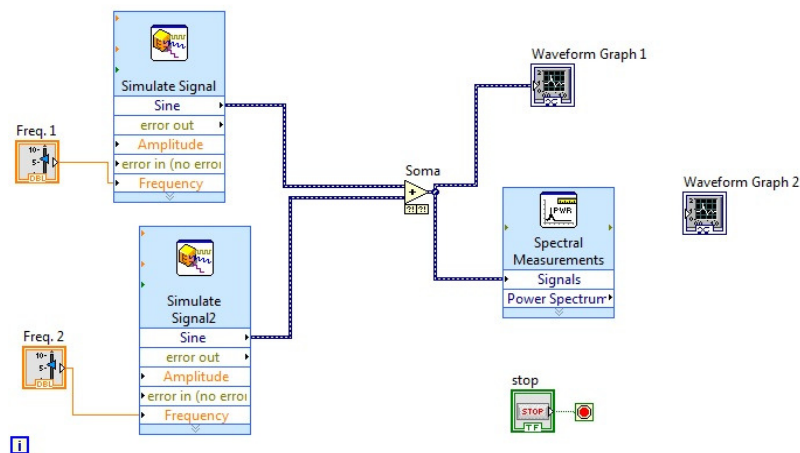

Figura 10 – Ligação do Bloco *Soma* ao bloco *Spectral Measurements* e ao bloco *Waveform Graph*.
13. Interligue a saída do bloco *Soma* as entradas *Signals* do bloco *Spectral Measurements* e do bloco *Waveform Graph 1*, conforme indicado na Figura 10.